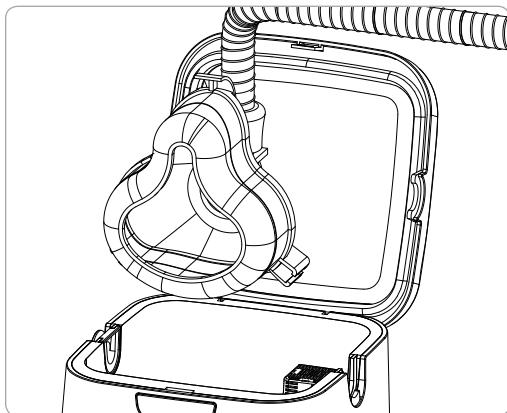

Figure 7.
4. Legen Sie die Maske so in die Desinfektionskammer, dass der angeschlossene PAP-Schlauch in der offenen Schlauchaussparung, also gegenüber dem abnehmbaren Schlauchaussparungsstecker, liegt (Abbildung 7).